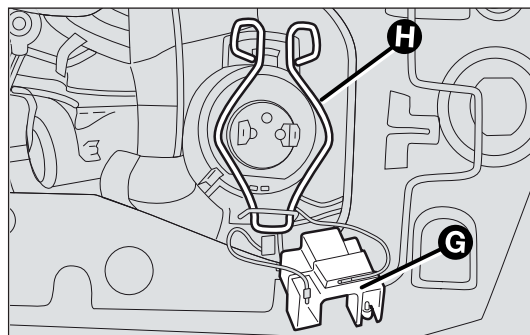

fig. 145
- ☐ extraiga el conector G-fig. 145;
- ☐ desenganche la ballestilla de sujeción de la lámpara H-fig. 145;